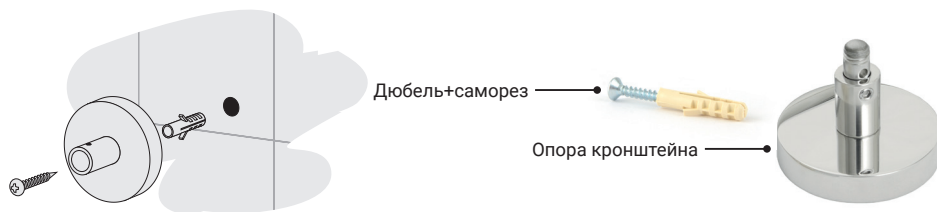

Рис.3
4.1.5. В полученных метках (п. 4.1.4.) сделать отверстия диаметром 6 мм и произвести монтаж телескопических кронштейнов (рис. 3) с помощью саморезов и дюбелей.